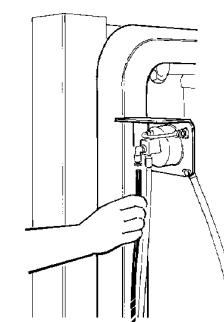

fig.37
- Collegare il tubino dell'aria al raccordo rapido, inserendolo nell'apposito foro (fig. 37).
- Connect the small air hose to the quick connector, inserting it into the relevant hole (fig.37).
- Lier le tuyau de l'air au raccord rapide, en l'insérant dans le trou spécial (fig.37).
- Das Luftschlüchlein durch Einführen in die entsprechende Öffnung mit dem Schnellanschlußstück verbinden (Abb. 37).
- Conecte el tubo del aire a la conexión rápida introduciéndolo en el orificio apropiado (fig. 37).